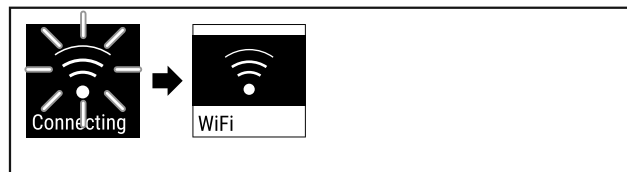

Fig. 86
- Verbindung wird hergestellt (siehe Fig. 86).